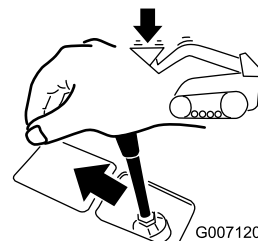

Figura 25
2. Baje el brazo de carga (Figura 25).